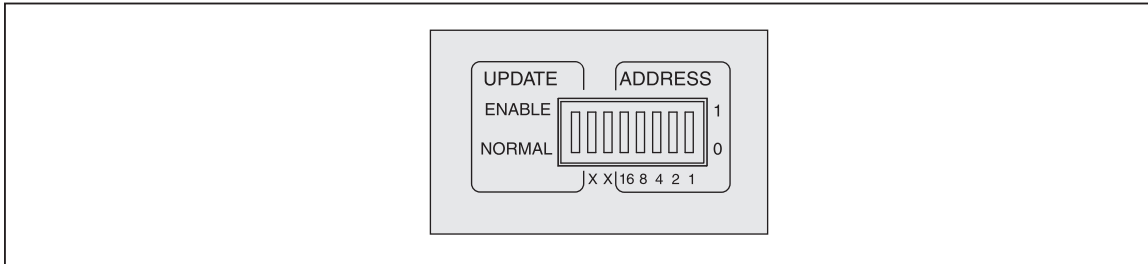

Рисунок 3-1. Переключатели для установки адреса шины
Адрес, на который прибор реагирует на шине IEEE 488.1, устанавливается с помощью переключателей на задней панели. См. рис. 3-1. 5 переключателей с правой стороны используются для установки адреса. Крайний справа переключатель (1) является наименее значимым битом, а переключатель 5 (16) — наиболее значимым.